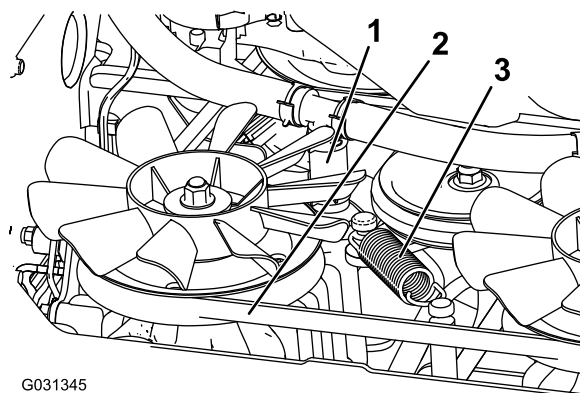

Figure 72
5. Déposez le flexible hydraulique inférieur (Figure 72).
6. Déposez le ressort de tension (Figure 72).
7. Enlevez la courroie de transmission de l'embrayage et de la butée d'embrayage (Figure 72).